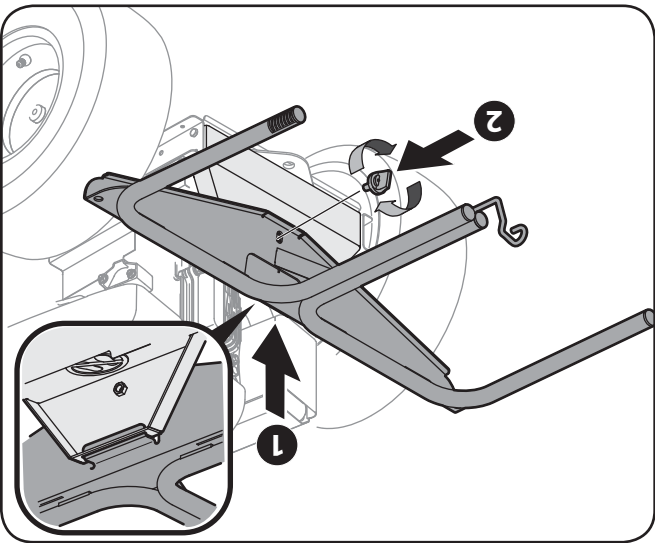

Figure 4-3
3. Installez le support des sacs collecteurs sur le support de montage du bac récupérateur en l'abaissant (1) et en l'accrochant dans la fente du support. Voir Figure 4-3.
4. Fixez le support des sacs collecteurs au support de montage à l'aide du bouton de fixation 720-04061 de l'ensemble de quincaillerie 683-05063. Voir Figure 4-3 (2).